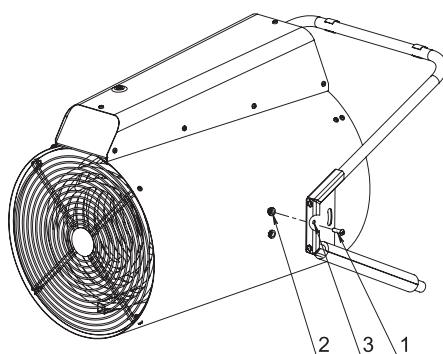

Рис. 2
Совместить отверстие в опоре (3) с верхней резьбовой гайкой (2) на корпусе и наживить винт M6x20 (2 шт.) (1) с обеих сторон тепловентилятора (Рис. 2)